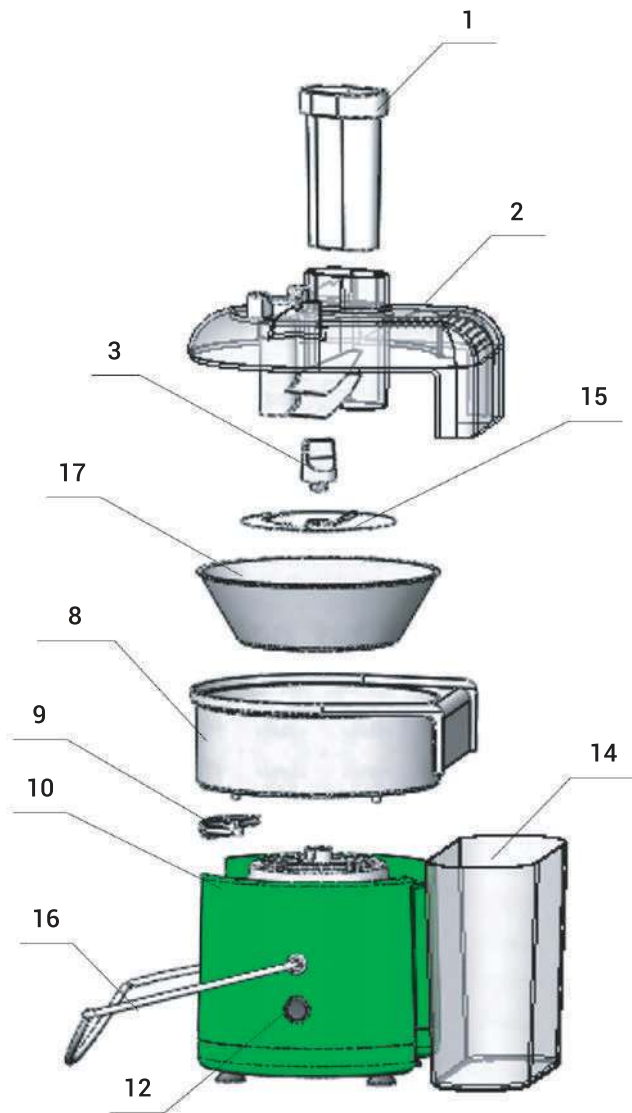

Рис. 2
- 5.3** Резка на ломтики и крупная шинковка овощей и фруктов производится прилагаемым диском **15**. При этом вместо барабана **5** устанавливается тарелка **17**. (рис.2)